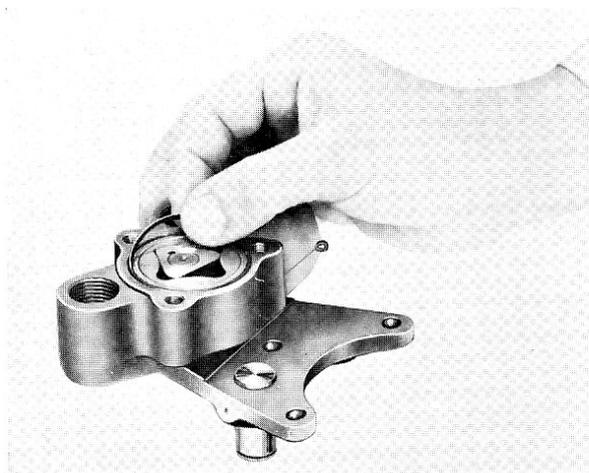

Fig. 24
- 4° Enlever le joint torique d'étanchéité (fig. 24).